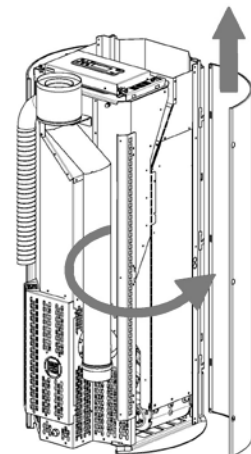

Fig. 29 - Abnehmen der Seitenwand
- Die Seite öffnen und aus den Pins aushängen (siehe Fig. 29).